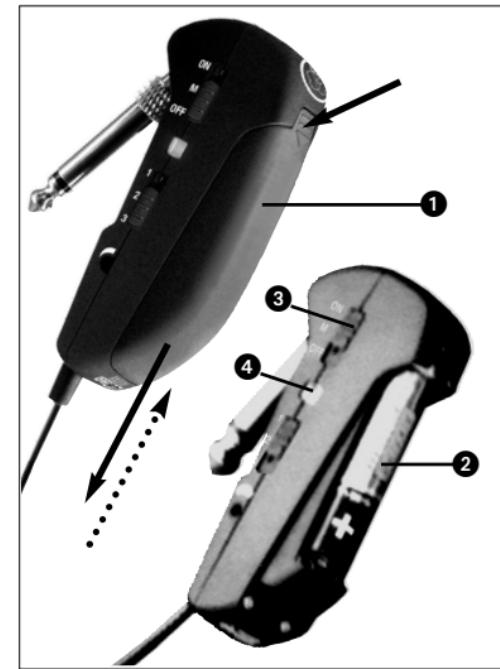

Fig. 2: Come inserire la batteria
3.1 Inserire/sostituire e testare la batteria (vedi fig. 2)
4. Inserite la batteria in dotazione o una nuova (2) nello scomparto batteria come indicato nella fig. 2.
5. Portate l'interruttore ON/MUTE/OFF (3) in posizione ON.